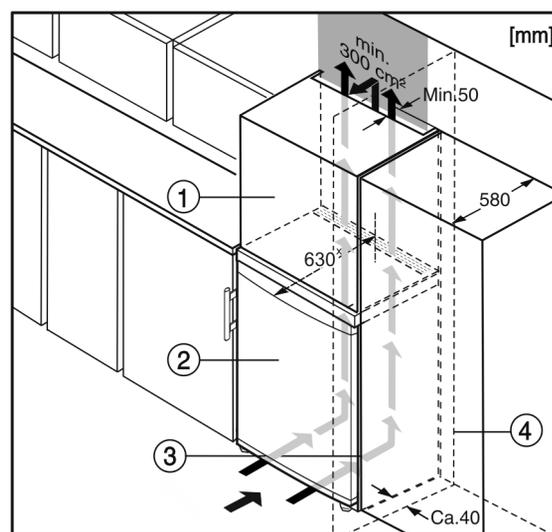

Fig. 6
L'appareil peut être entouré de meubles de cuisine. Pour adapter l'appareil Fig. 6 (2) à la hauteur des placards de la cuisine intégrée, on peut placer un élément haut Fig. 6 (1) au-dessus de l'appareil.\*
Lors de la transformation avec des placards de cuisine (profondeur max. 580 mm), l'appareil peut être placé directement à côté du placard de cuisine *Fig. 6 (3)*. L'appareil dépasse latéralement de 34 mm\* et de 50 mm\* au centre de l'appareil par rapport à la face avant du placard de cuisine.\*
Si l'appareil est installé avec les charnières à côté d'un mur *Fig. 6 (4)*, la distance entre l'appareil et le mur doit être de 40 mm min. Ceci correspond à la saillie de la poignée lorsque la porte est ouverte.